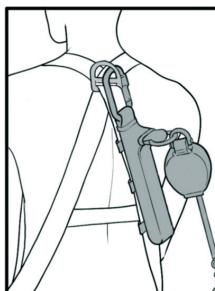

fig.3
3. Przymocować zamknięcie Velcro do odpowiedniego odcinka pasa uprzęży, aby utrzymać zestaw amortyzacyjny (rys. 3).